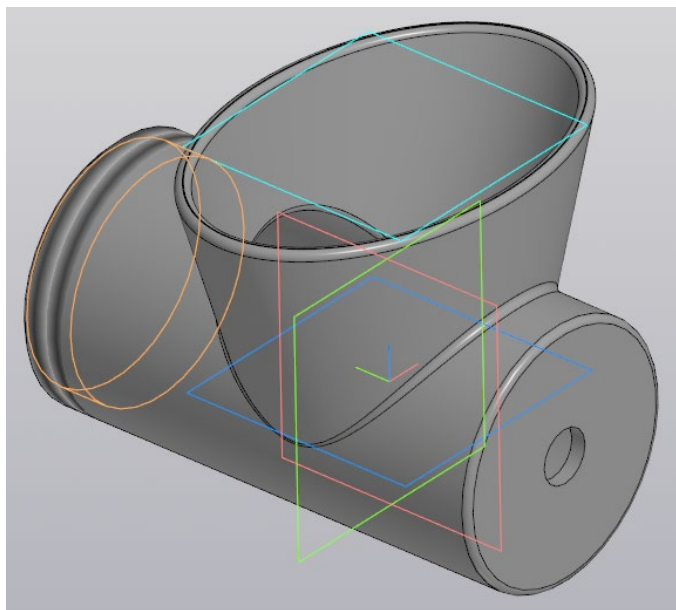

Рисунок 70 – Отверстие в корпусе цилиндра
10.11 На противоположной окружности цилиндра корпуса создайте в центре сквозное отверстие диаметром 11 мм (рис. 70).